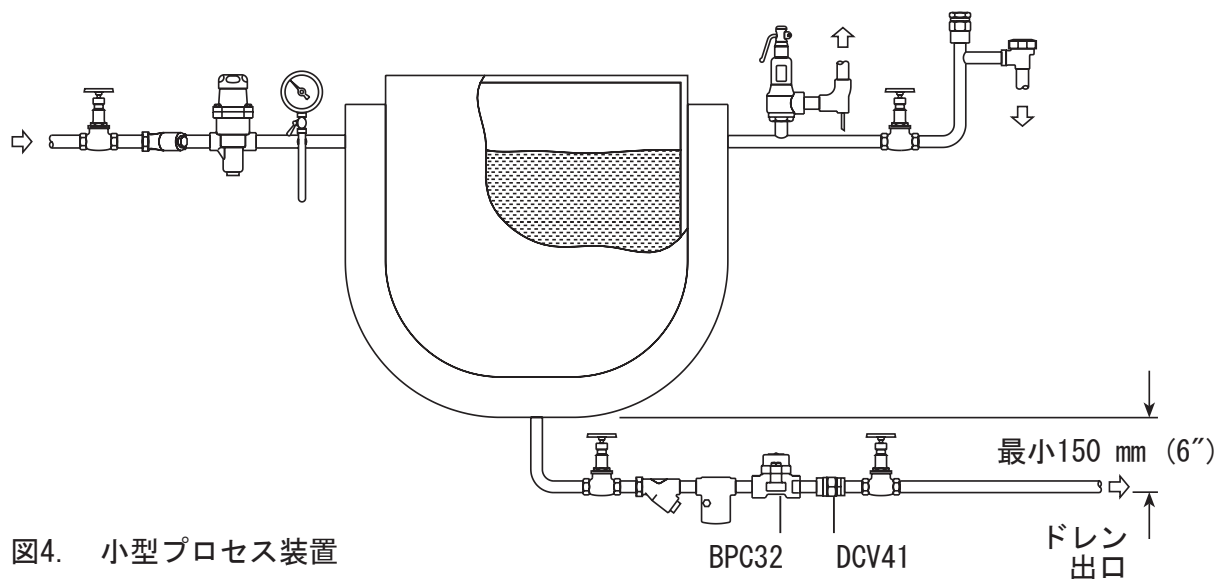

図4. 小型プロセス装置
- 3.4** トラップは、水平あるいは垂直いずれの方向にも設置できるように設計されています。これによりドレンは確実に排出します。できる限りトラップの直前、150mmに立ち下がり管を取り付けることをお奨めします。（図4参照）
- 3.5** 背圧のかかるドレン回収ラインに排出される場合、スチーム・トラップの二次側には必ず逆止弁を取り付けてください。上がり勾配のドレン・ラインではよく起きる現象です。入口圧力が減少する、あるいは蒸気が遮断された時、蒸気空間が水浸しになることを逆止弁が防止します。DCV41型のような適切な弁を使用してください。（図4参照）